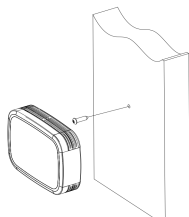
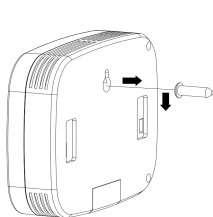

图 7
图 8
2.简易挂墙安装：如下图 7，在安装平面上钻一个安装孔，将螺丝锁于过孔内，注意螺帽要高于墙面至少 1-2mm，如下图 8，将挂孔扣在螺帽上即可。注意：这种安装方式简单，但不够稳固，仅适用于特定应用中。